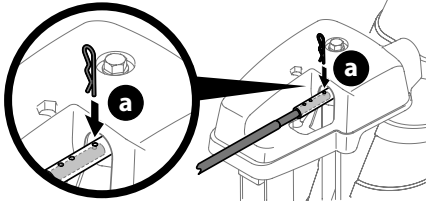

Figure 61
1. Retirez la goupille fendue (a) d'un des deux trous les plus éloignés de la tête de commande de la goulotte. Voir (Figure 61).
2. Insérez la tige de commande de la goulotte jusqu'à ce que le trou de la tige s'aligne avec le troisième trou du raccord. Voir Figure 61.
3. Remplacez la goupille fendue (a) dans ce trou et dans la tige de commande de la goulotte. Voir (Figure 61).